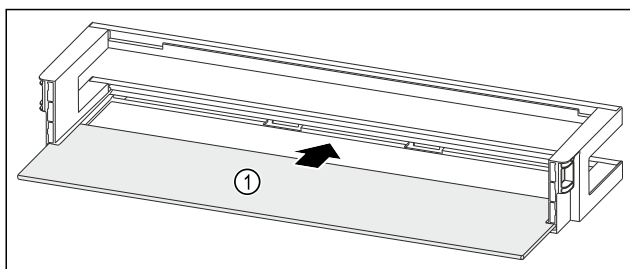

Fig. 271 Polica u vratima s policom za odlaganje
- Umetnite policu Fig. 271 (1) u bočna udubljenja.